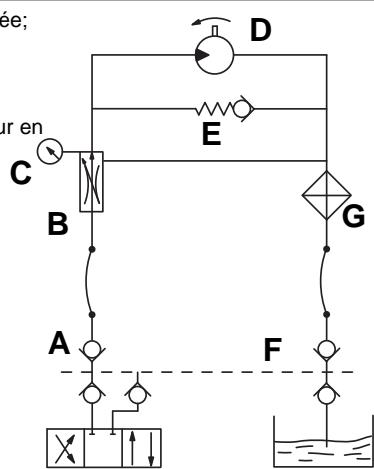

fig. 37 Côté tracteur
- **Alimentation de l'huile:** respecter les données du schéma Fig. 37. Raccorder correctement les tuyaux oléohydrauliques aux distributeurs du tracteur, en suivant l'indication figurant sur chaque tuyau.
Avec le moteur arrêté et le tracteur bloqué, enclencher correctement tous les raccords rapides. Mettre en marche le tracteur et, afin d'éviter l'instabilité de la soufflante, actionner l'installation au minimum pendant quelques minutes jusqu'à ce que la pression de tout le circuit devienne constante. La pression peut être réglée uniquement lorsque l'huile atteint une température optimale et que la soufflante tourne à une vitesse constante. Si l'outil est utilisé avec différents tracteurs et, donc, avec différents distributeurs et huiles, il faut répéter la procédure de réglage pour chaque tracteur. Dans les tracteurs équipés de pompe à débit variable, (circuit hydraulique fermé), et dotés de régulateur de débit de l'huile, il faut ouvrir complètement le régulateur à trois voies (B, Fig. 37) et commencer par un faible débit d'huile en ouvrant graduellement le régulateur à l'intérieur du circuit du tracteur jusqu'à ce que l'on atteigne la pression souhaitée, indiquée par le manomètre (C, Fig. 37).